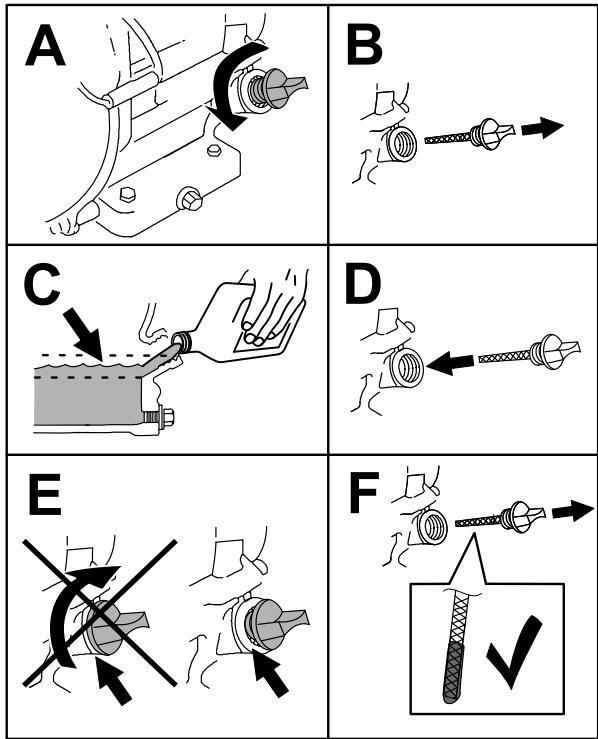

Figura 19
5. Vierta lentamente un 80% aproximadamente del aceite especificado por el tubo de llenado, luego añada lentamente el resto del aceite hasta que llegue a la marca **Full** (Figura 19).